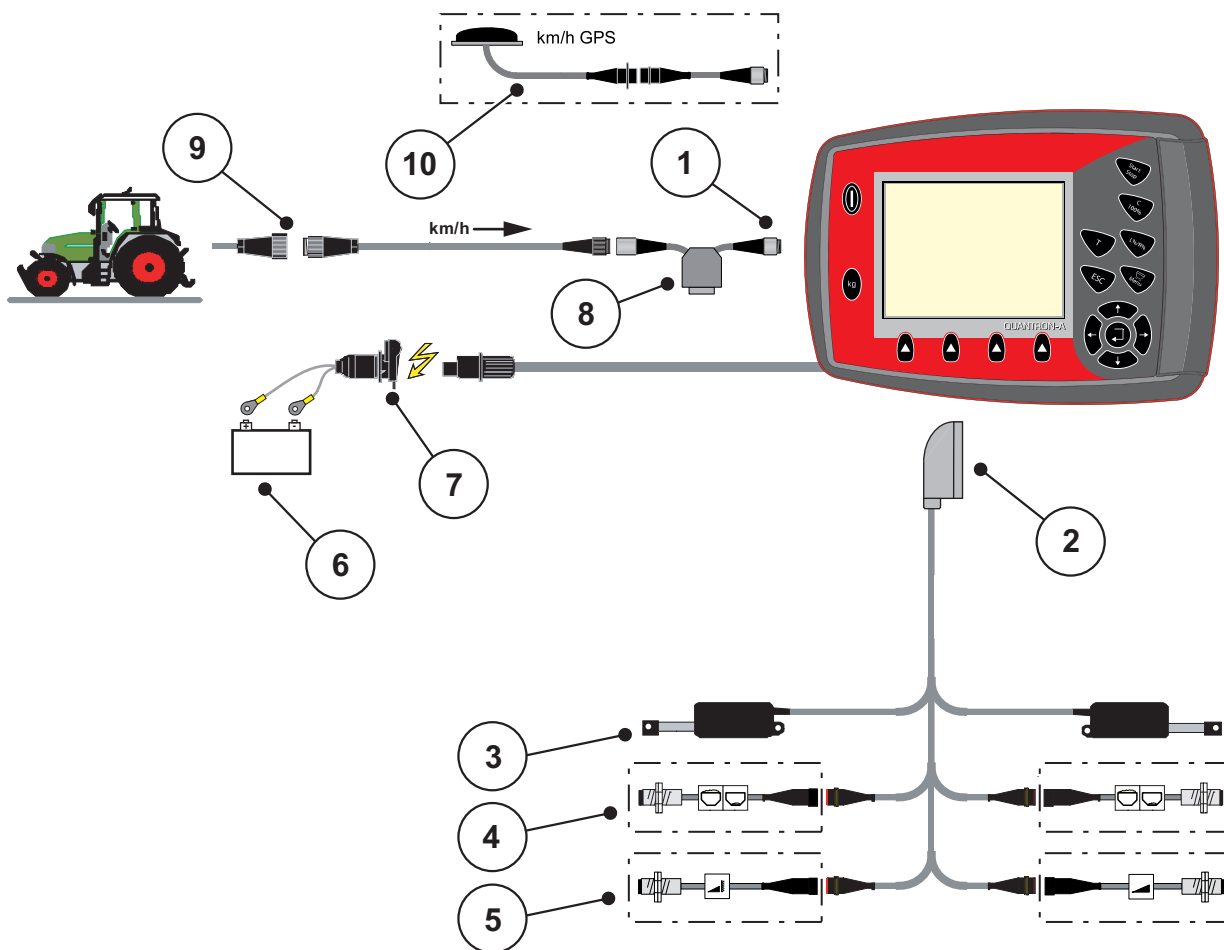
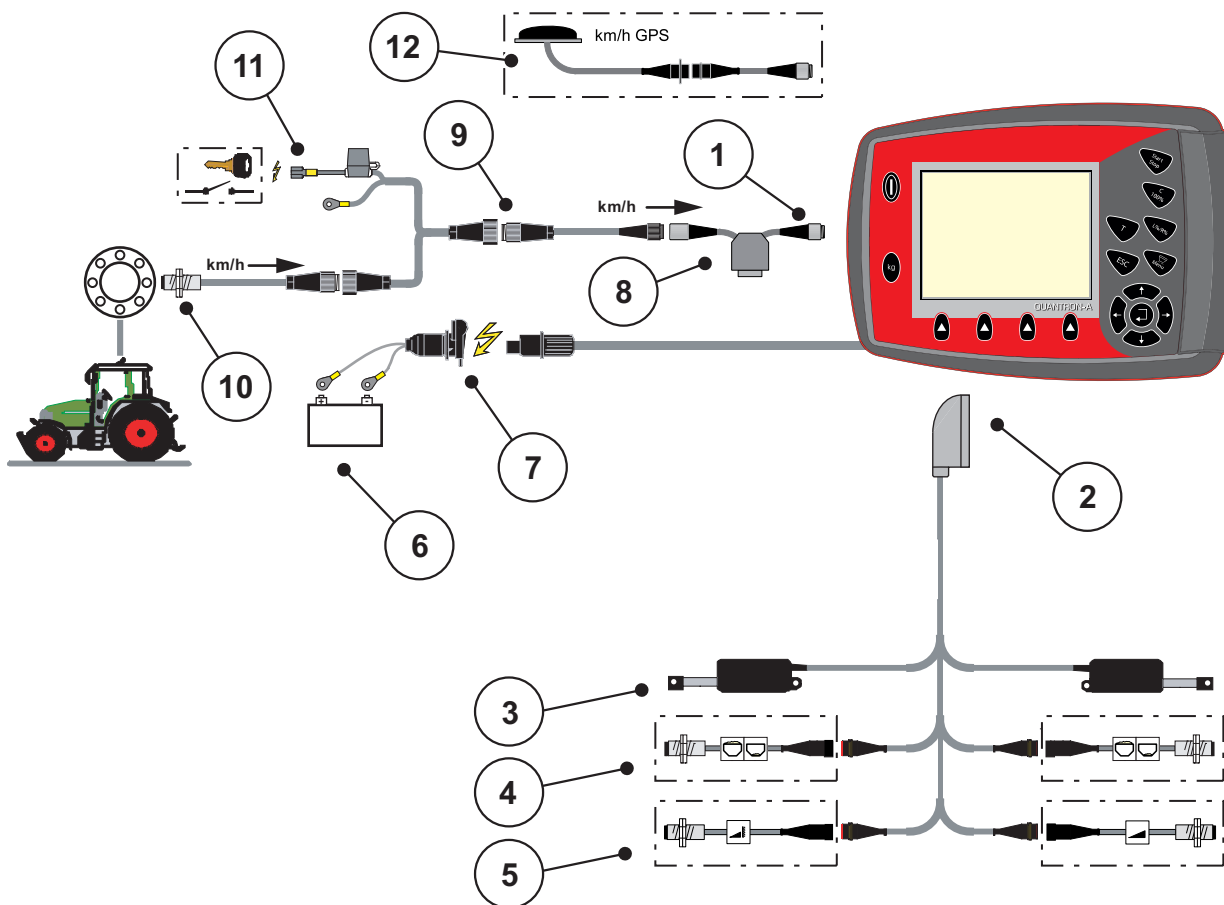

Imagen 3.3: Vista esquemática de las conexiones QUANTRON-A (estándar)
Imagen 3.5: Vista esquemática de las conexiones QUANTRON-A (suministro de corriente mediante cerradura de encendido)
- Conectar el cuadro de mandos a la toma de corriente de 7 polos o al sensor de velocidad de desplazamiento (según equipo, véase de imagen 3.3 a imagen 3.5).